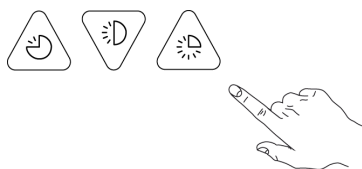

Fig.15
- 10- Sélectionner le cycle de lavage en appuyant le bouton "C", "D" ou "E". (Fig.15)